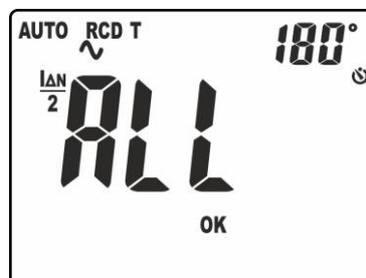

Fig. 34: Videata esito finale test AUTO
16. L’indicazione “ALL OK” di Fig. 34 indica il risultato finale corretto del test.